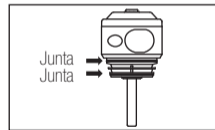

Fig. 10
- Compruebe que las juntas tóricas están colocadas en la posición correcta e instale luego el cartucho.(Fig.10)